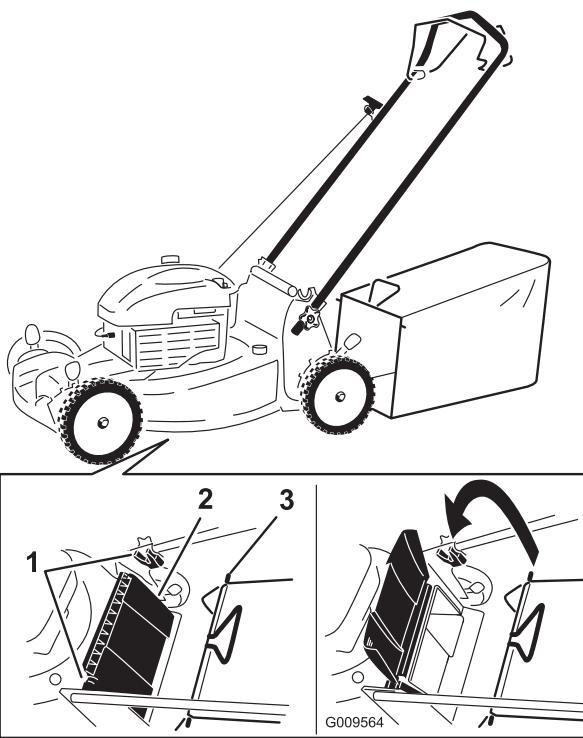

Figure 19
- Soulevez le déflecteur arrière et gardez-le dans cette position (Figure 19)
- 2. Montez le bac à herbe en veillant à placer les ergots dans les crans du guidon (Figure 19).